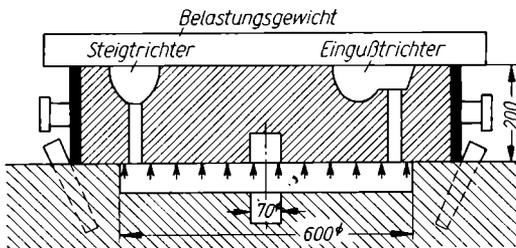

Bild 207
23. Ein zylindrischer Kolben von 600 mm Durchmesser und 70 mm Kernbohrung ist nach Bild 207 eingeformt. a) Welchen hydrostatischen Druck hat der flüssige Grauguß von der Wichte 7,2 kp/dm³ an der oberen Kolbenebene, d. h. an der unteren Fläche des aufgesetzten Formkastens, wenn es im Einguß- und Steigtrichter 200 mm hoch über dieser Ebene steht? b) Wie groß muß die Belastung des Formkastens durch Eigengewicht und aufgelegte Gewichte mindestens sein, damit er nicht durch das flüssige Eisen angehoben wird?